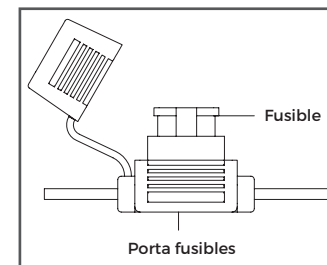

Figura 26
- Nota: El fusible solo se usa en la batería de plomo-ácido y está ubicado en la caja de la batería izquierda (consulte la figura 26). Apague la fuente de alimentación cuando cambie el fusible. Si la batería de almacenamiento es una batería de litio, primero cambie el botón de encendido de la posición "I" a la posición "O" y luego a la posición "I" debido al hecho de que la batería de litio cortará la energía cuando se sobrecargue.